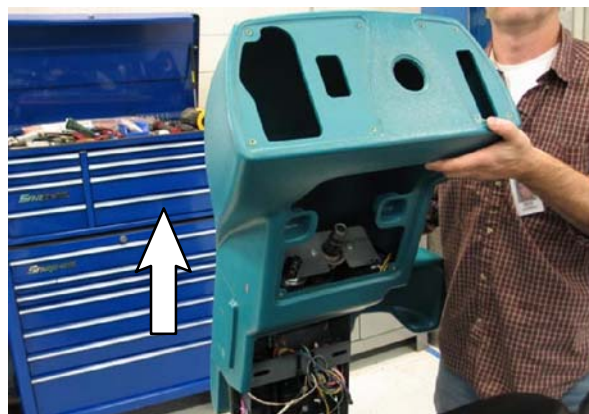

FIG. 11
10. Rimuovere la carenatura. (Fig. 11 / Fig. 7)